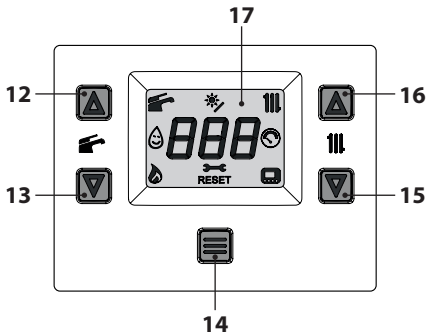
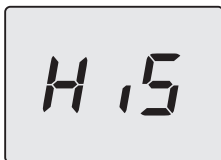

Figura 8.1
Figura 8.2
- Entre en la "modalidad programación" pulsando simultáneamente durante 5 segundos los botones 13 y 15 (Figura 8.1) hasta que aparezcan en el display LCD las letras **HiS** que indican el menú "Histórico de la caldera" (Figura 8.2).
- Pulse durante 1 s el botón 14 (Figura 8.1) para entrar en el parámetro seleccionado. El display mostrará lo siguiente (Figura 8.5).
- Pulsando el botón 14 (Figura 8.1) se confirma el valor introducido. El display mostrará durante 5 s lo siguiente (Figura 8.7) y luego se pondrá en el nivel superior.
- Pulsando simultáneamente los botones 13 y 15 (Figura 8.1) se sale sin modificar el valor (vuelta al nivel anterior Figura 8.4).
- mantener pulsados simultáneamente los botones 13 y 15 durante 5 s (Figura 8.1) (vuelta al nivel anterior).